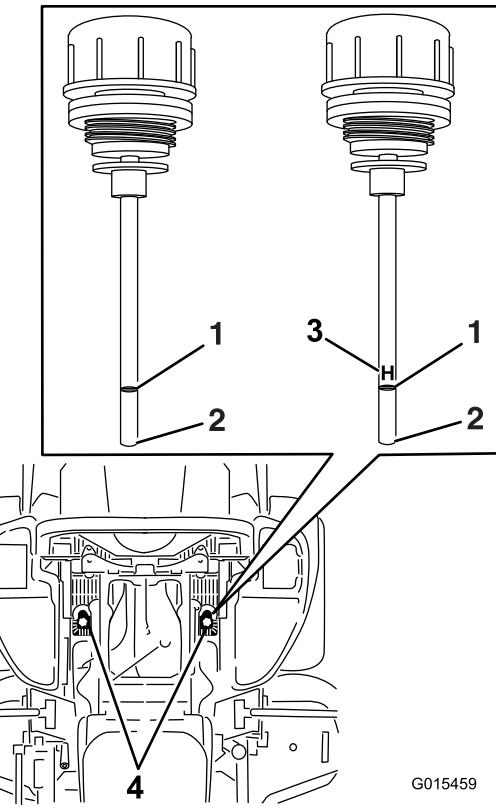

Figura 81
6. Pulite l'area attorno all'asta di livello dei serbatoi dell'impianto idraulico (Figura 81).
7. Togliete un'asta di livello dal serbatoio idraulico (Figura 81).
9. Togliete l'asta e controllate l'estremità (Figura 81). Se il livello dell'olio è alla tacca di aggiunta, versate lentamente dell'olio nel serbatoio idraulico per portare il livello alla linea di pieno o **H**.